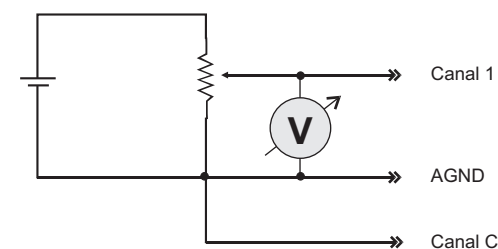

Figura a.1. Conexiones para el ajuste.
- 5) Realizar sobre el conector DB37 las conexiones indicadas en la figura a.1.